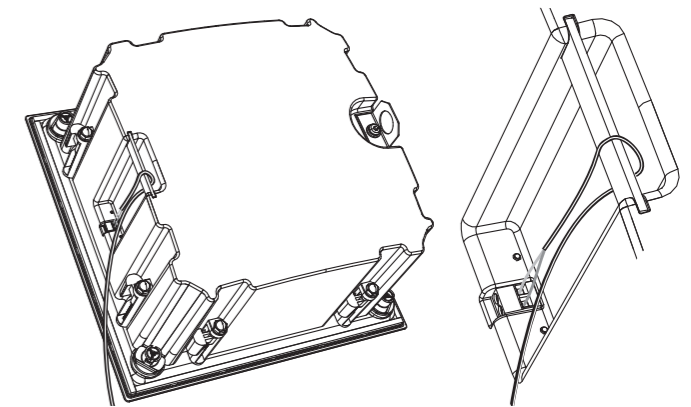

Fig. 15. Wiring the back can
3. Le câble du haut-parleur peut être enroulé autour de la barre près des bornes à vis à l'arrière du boîtier (Fig. 15).